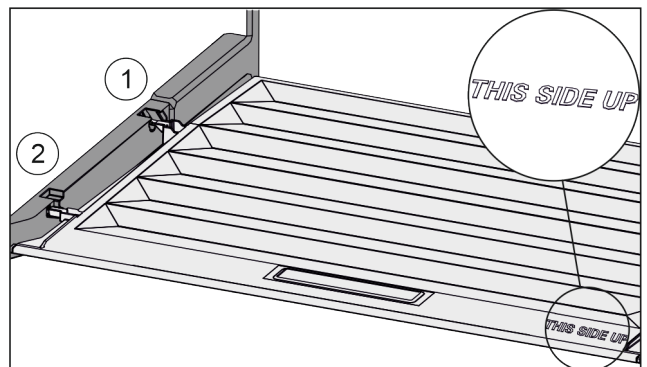

Fig. 27
- ▶ Вставити поперечні ребра через отвір заднього тримача Fig. 27 (1) і зафіксувати спереду у тримачі Fig. 27 (2).